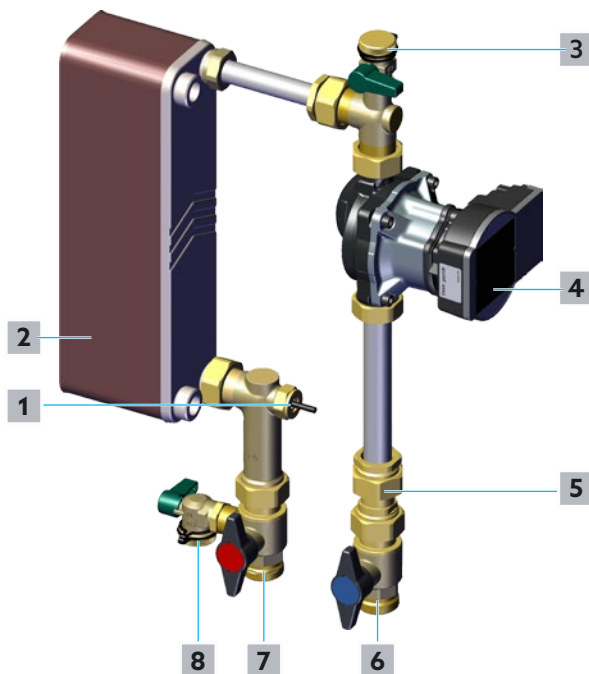

Abb. 18: Speicherkreis Befüllen und Entlüften
- 1 Öffnen Sie langsam den Absperrkugelhahn Vorlauf Speicherkreis (siehe Position 7 in Abb. 18 auf Seite 25 und Position 2 in Abb. 2 auf Seite 12).
- 2 Schrauben Sie die Verschlusskappe des KFE-Kugelhahns Speicherkreis Rücklauf ab (siehe Position 3 in Abb. 18 auf Seite 25 und Position 9 in Abb. 2 auf Seite 12).
- 7 Öffnen Sie langsam den Absperrkugelhahn Rücklauf Speicherkreis (siehe Position 6 in Abb. 18 auf Seite 25 und Position 9 in Abb. 2 auf Seite 12).